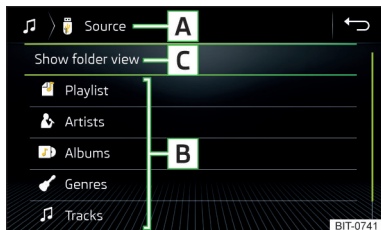

Abb. 196
**Multimedia-Datenbank** » Abb. 196